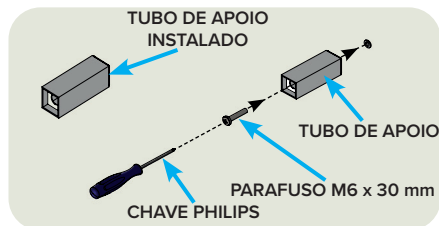

Figura 23 – Instalação dos Tubos de Apoio na parede
**6. INSTALAR** os 2 (dois) Tubos de Apoio nos furos da parede. Utilizando a Chave Philips, APERTAR adequadamente os Parafusos M6 x 30 mm (Figura 23);